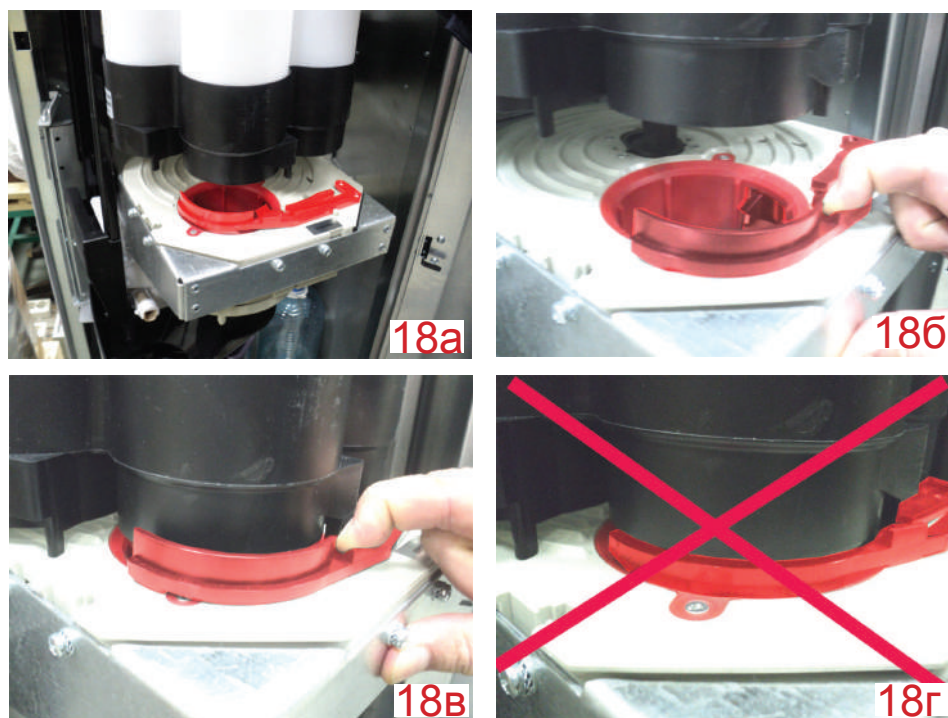

Рисунок 18 - Установка туб
- Отведите в сторону прижим (см.рис.18б);
- Установите тубы (см.рис.18в);
- Проследите за тем, чтобы прижим не попал в положение, указанное на рис.18г при установке модуля выдачи в первоначальное положение перед закрытием автомата при завершении его обслуживания.
**ВНИМАНИЕ!** Неверная установка туб (см.рис.18г) приводит к поломке механизма выдачи стаканов!